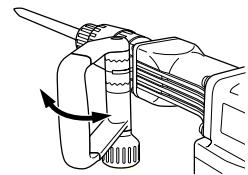
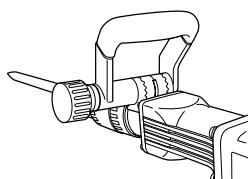
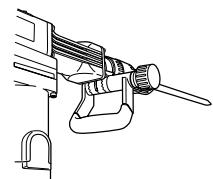

Fig. 7
Fig. 8
Fig. 9
- (2) Réglér la poignée à une position facilitant le fonctionnement vertical (de haut en bas), comme indiqué à la Fig. 7, la Fig. 8 et la Fig. 9.
- (3) Tourner la saisie dans le sens de (Ⓑ) et fixer la poignée.